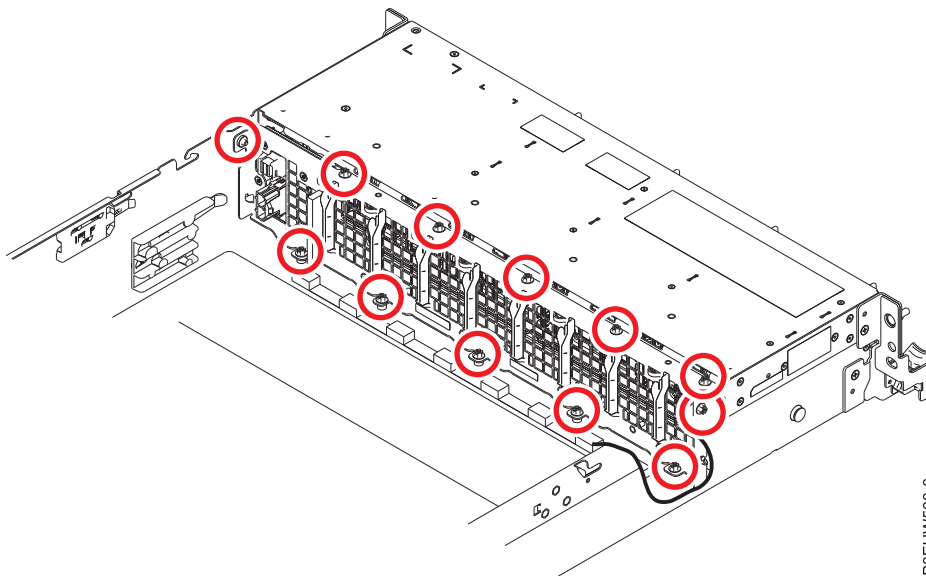

Figure 6. Emplacements des vis de la carte de ventilateur d'unité de disque
4. Remettez en place les cinq vis de la partie arrière de la carte de ventilateur d'unité de disque. La figure 6, à la page 14 illustre les 12 emplacements de vis.